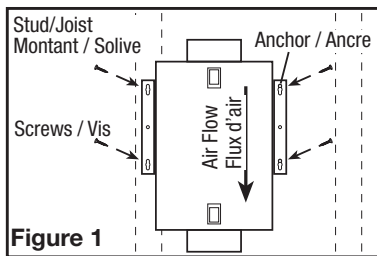

Figure 1
- Surface Mounting:** Locate at least one stud or joist. Place the fan in position so that the mounting bracket is centered on the stud or joist and make the location for the four (4) holes. Remove the fan and install properly rated wall/ceiling anchors for the holes that do not go directly into a joist or stud. Position fan in place and secure with screws (not included) (**Figure 1**).
- Montage en surface:** Localisez au moins un goujon ou une solive. Placez le ventilateur en position de sorte que le support de montage soit centré sur le goujon ou la solive et marquez l'emplacement des quatre (4) trous. Retirez le ventilateur et installez des ancrages muraux / de plafond correctement dimensionnés pour les trous qui ne vont pas directement dans une solive ou le goujon. Positionnez le ventilateur en place et fixez-le avec des vis (non inclus) (**Figure 1**).